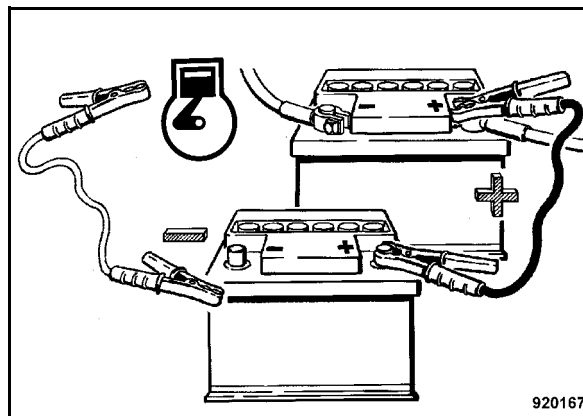

fig. 38
- Brancher ensuite un côté du câble de masse à la borne moins de la batterie auxiliaire puis l'autre côté du câble à une point de masse au moteur ou la carrosserie aussi éloigné que possible de la batterie (fig. 38).